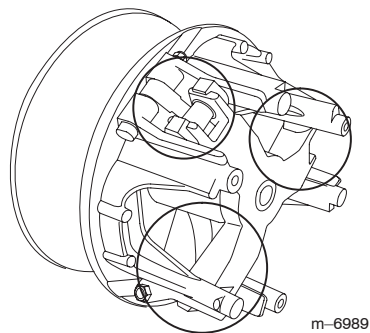

Figure 41
5. Lubrifiez les pièces mobiles aux endroits indiqués par des cercles sur la Figure 41 avec du lubrifiant sec en aérosol, disponible auprès des concessionnaires ou distributeurs Toro agréés.